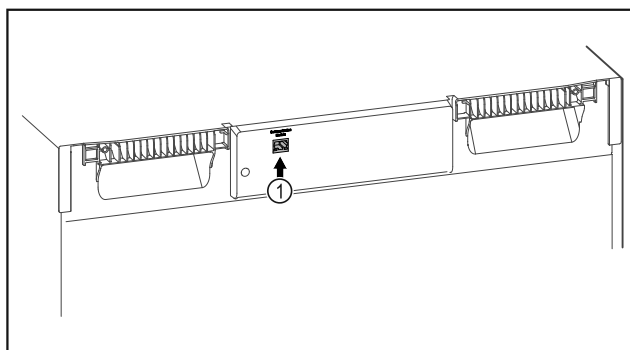

Fig. 86
- ☐ SmartModule Fig. 86 (1) naudojamas.